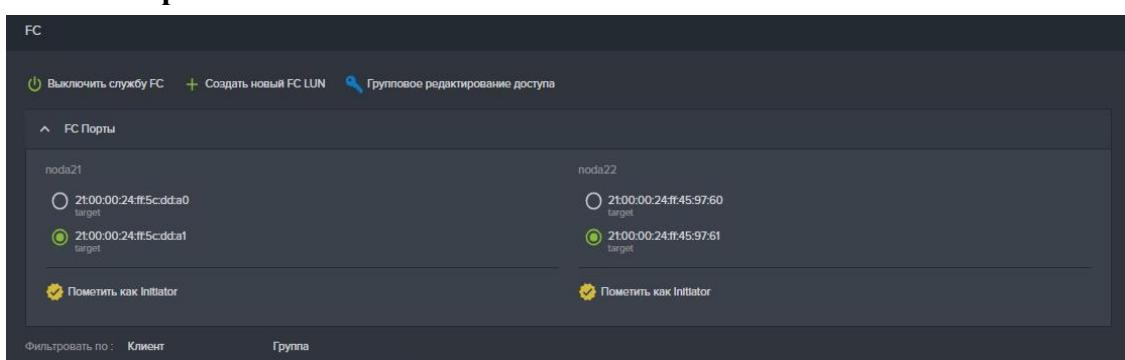

Рисунок 106. Панель FC порты на вкладке меню «Протоколы»-«FC»
2. Разверните область «FC порты» см. Рисунок 106;